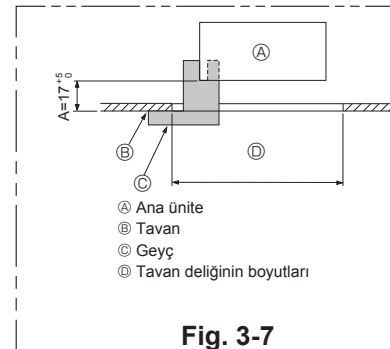

Fig. 3-7
- A işleminin 17-22 mm değerleri arasında gerçekleştirilmesine dikkat edin. Bu değerlerin dışına çıkılması teçhizatın hasar görmesine yol açabilir. (Fig. 3-7)